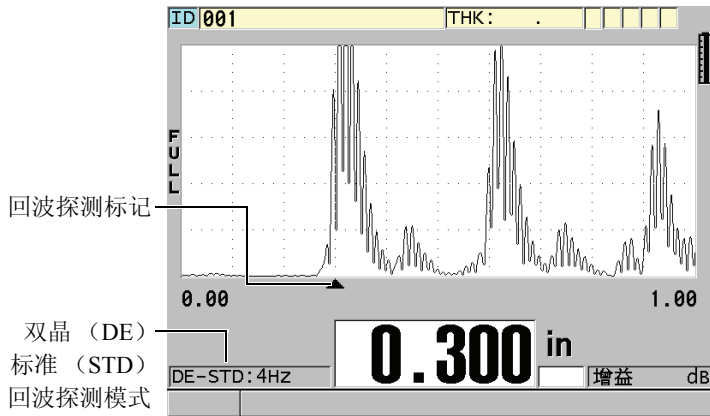

图 5-12 在标准回波探测模式下进行测量
**DE-STD** (双晶标准) 指示器出现在厚度读数的左侧。三角形的回波探测标记出现在底面回波处、波形视图的下方 (参见第 71 页的图 5-12)。